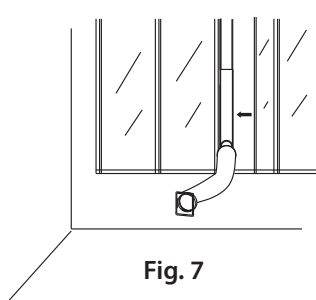

Fig. 7
8. Coloque el conducto de escape de aire, el kit de ventana y sus accesorios sobre la ventana. Cierre la ventana según la dirección de la flecha en la Fig. 7, presionando el kit de ventana firmemente.